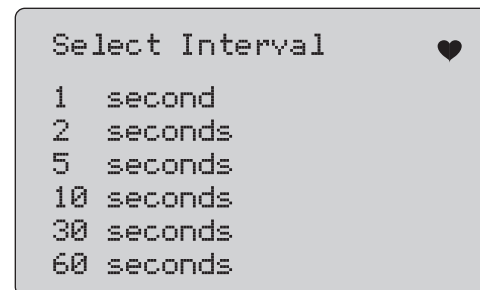

Figura 49. Schermata intervallo registrazione
4. Selezionare l'intervallo di registrazione. Vedere la figura 49.